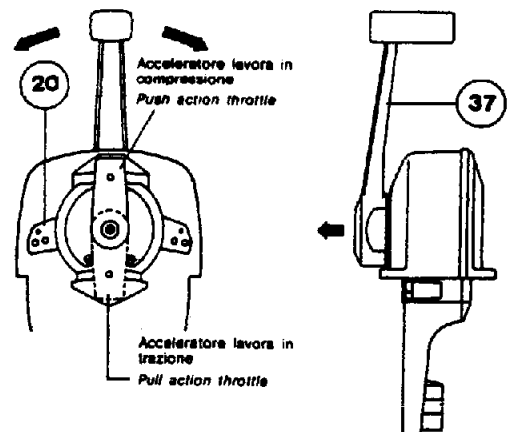

Fig. 2
- Avant de fixer le levier 37 assurez-vous que le mécanisme soit au point mort (Culbuteur 20 comme indiqué à la Fig. 2).
### INVERSION DU SENS DE COMMANDE ACCÉLÉRATEUR (Fig. 2)
Assurez-vous que la commande soit au point mort (Culbuteur 20 comme indiqué à la Fig. 2).
### ACCÉLÉRATION AU POINT MORT (Fig. 2)